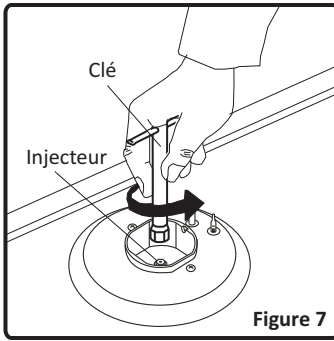

Figure 7
- Dévissez les injecteurs. Utilisez à cet effet une clé de 7 mm (Figure 7).